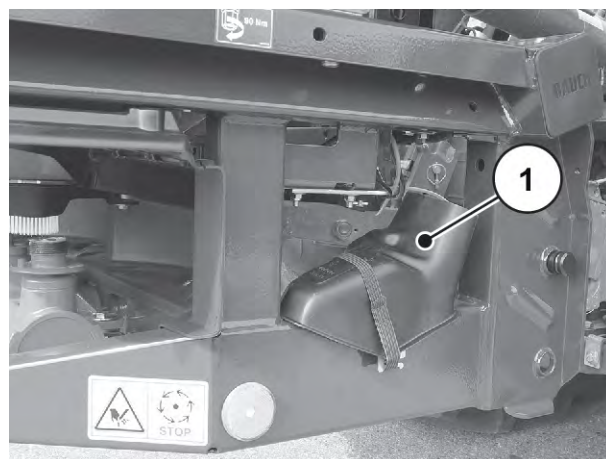

Fig. 35: Kalibreringsprøvesliskens position
- Stil slisken til kalibreringsprøven frem. Se *Fig. 35 Kalibreringsprøvesliskens position*